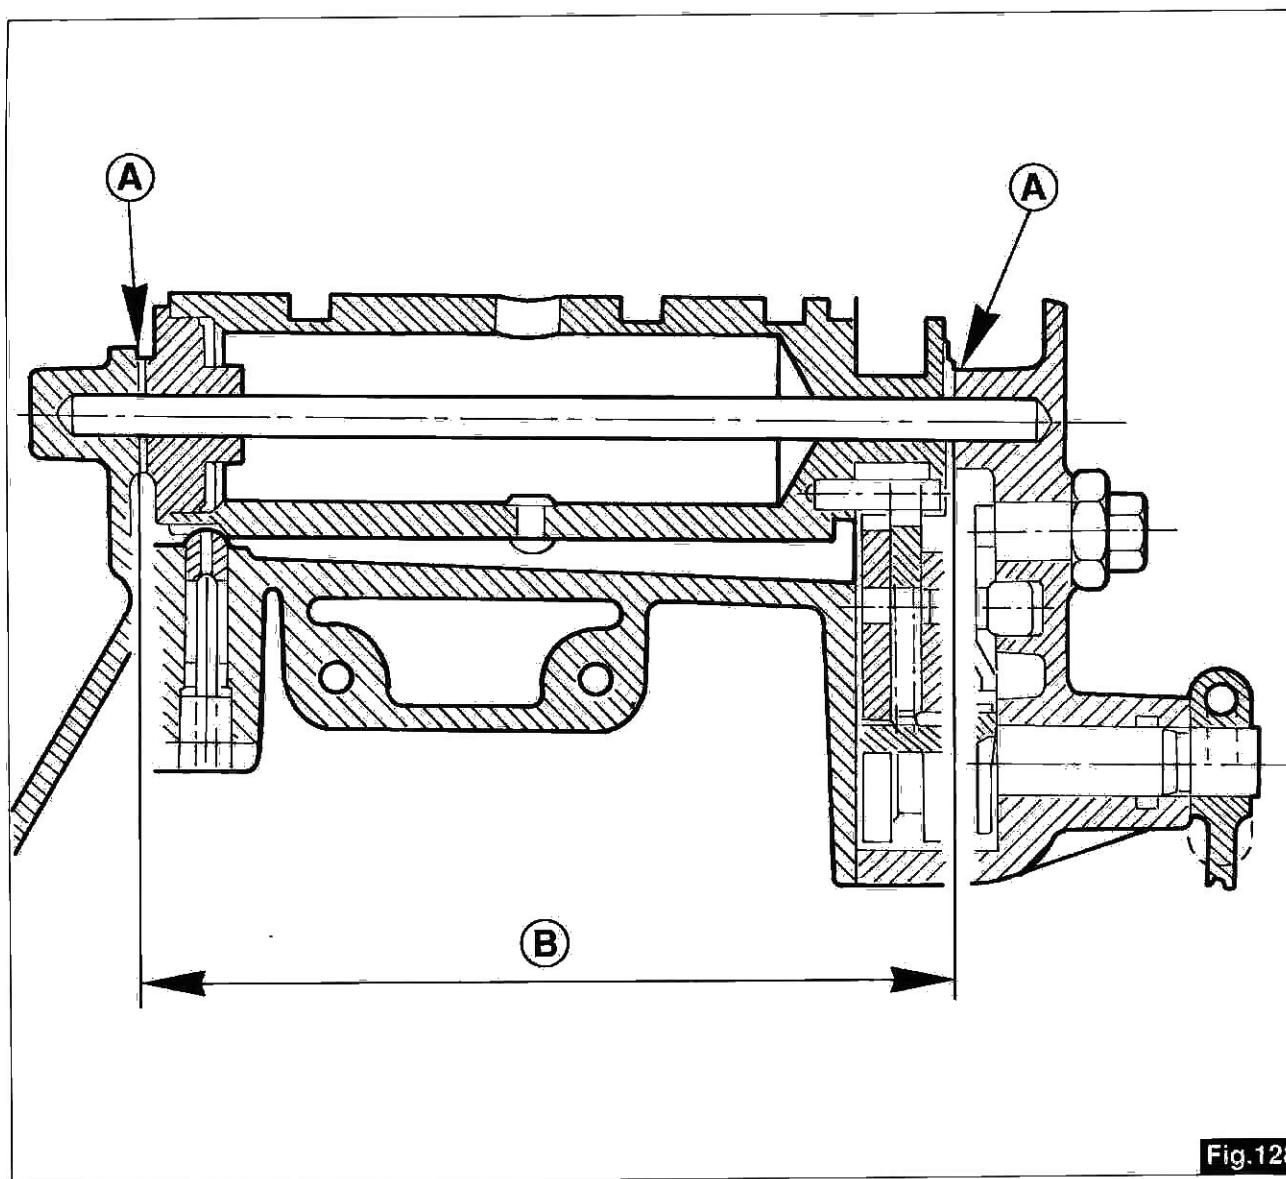

Fig.128
N.B. il pacco dell'albero desmodromico «B», (fig.128) comprensivo dei rasamenti laterali deve essere inferiore di mm 0,2 ÷ 0,3 alla quota delle battute delle sedi di alloggiamento laterale «A»; quanto sopra per permettere una libera rotazione dell'albero desmodromico.
N.B. The total measurement of control fork shaft «B», (fig.128) inclusive of lateral shim adjustments, must be less than 0.2 - 0.3 mm. at the level of lateral housing stops «A»; this is necessary to permit the control fork shaft to rotate freely.